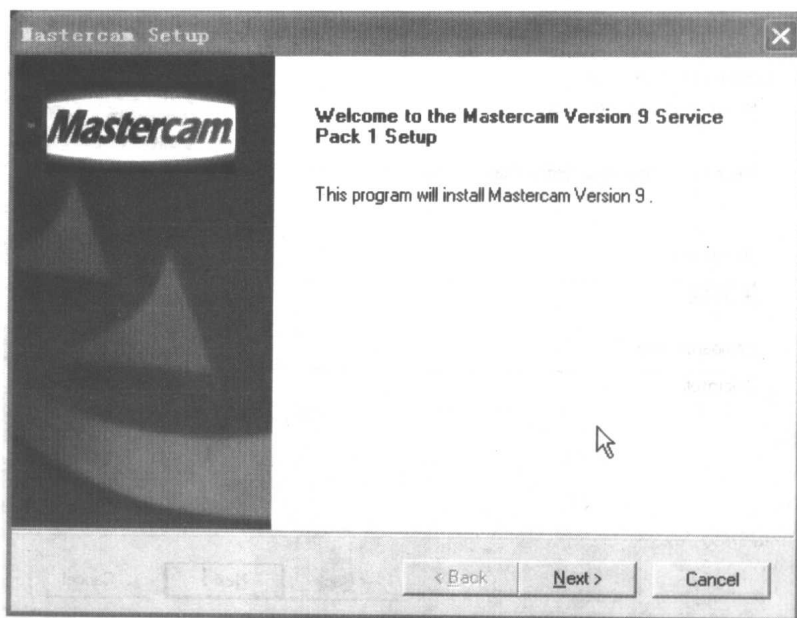

图 1.1 Mastercam 安装界面
(1) 将 Mastercam V9.0 SP1 的安装光盘放入光驱，系统会自动开始安装。也可以直接执行光盘上的 Setup.EXE 文件。之后首先出现如图 1.1 所示的安装界面。